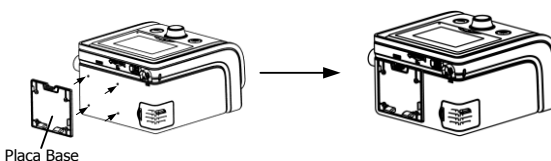

Fig. 11-11
(2) Apunte los cuatro orificios de la **Placa Base** hacia los cuatro puntos de referencia en la parte posterior del dispositivo principal para pegar correctamente la placa al dispositivo, como se muestra en la Fig. 11-11.